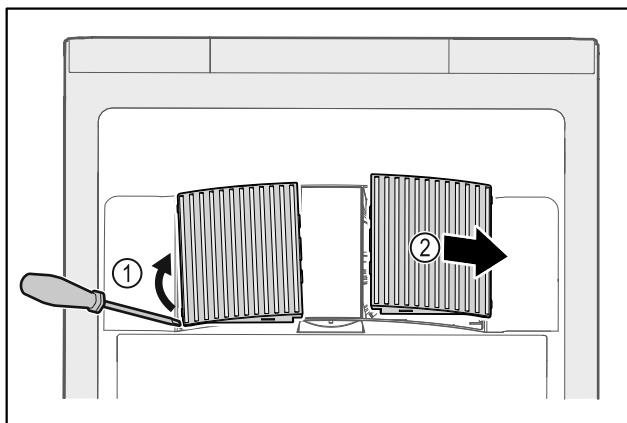

Fig. 236
- Ventilatorabdeckungen vorsichtig von der Seite herausheben Fig. 236 (1) und nach vorne abnehmen Fig. 236 (2).